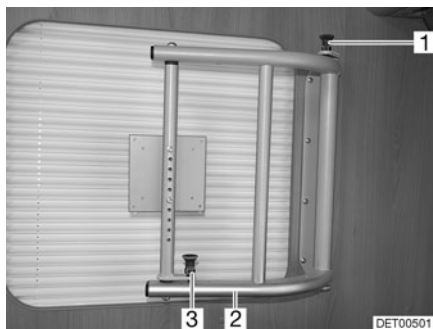

Fig. 67 Brazo giratorio para pantalla plana
- Tirar los botones de desbloqueo (Fig. 67,1 y 3) hacia arriba para desbloquear el brazo giratorio.
- Girar la pantalla plana con el soporte (Fig. 67,2) a la posición deseada.